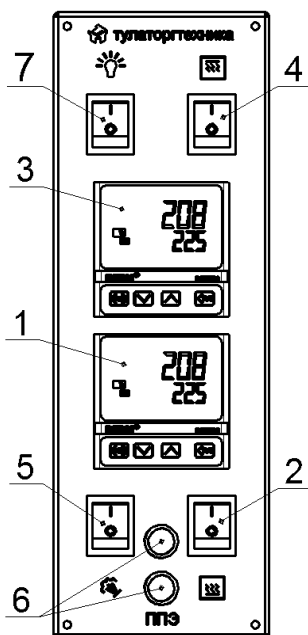

Рис.2
Для использования пара в процессе выпечки, необходимо включить парогенератор переключателем 5 (рис.2) – далее по тексту «переключатель 5». После включения парогенератора, кнопка подачи пара 6 (рис.2) – далее по тексту «кнопка 6», будет мигать 8 раз и, после паузы 10 секунд, продолжит мигать непрерывно, что указывает на работу парогенератора в режиме нагрева. Время нагрева парогенератора до рабочей температуры, после включения, составляет $\approx 25...30$ минут, в это время подача пара в камеру невозможна.
Режимы работы кнопки подачи пара (рис.2, поз.6)
В любой момент времени, Вы можете отключать и включать нижние или верхние ТЭНы переключателями 2 и 4, рис.2.
Для образования, в конце процесса выпечки, «корочки» на поверхности заготовок, возможно использовать верхние ТЭНы в режиме «гриль» - для этого установите на терморегуляторе 3, рис.2 температуру $300 \dots 350^{\circ}\text{C}$, включите переключатель 4, рис.2 и дайте верхним ТЭНам поработать до образования на заготовках «корочки» необходимого цвета.
9.3 Установите на терморегуляторах (поз.1 и 3, рис.2) температуру, предусмотренную технологией приготовления продукта.
9.4 Включите переключателями (поз.2 и 4, рис.2) необходимые Вам ТЭНы, а переключателем (поз.5, рис.2) включите парогенераторы.
9.7 На нужном Вам этапе подайте пар в тепловую камеру печи, нажав на кнопки (поз.6, рис.2). Кнопки (поз.6, рис.2) возможно нажимать раздельно в разный момент времени, так и совместно для увеличения объёма подаваемого пара.
9.9 После окончания работы выключите переключателями (поз.2, 4 и 5, рис.2) нижние и верхние ТЭНы и парогенераторы, отключите автоматические выключатели и перекройте перекрывающий вентиль или шаровой кран на линии подключения парогенераторов к системе водоснабжения.
10.4.1 Термодатчик терморегулятора (поз.1, рис.2) нижних ТЭНов установлен непосредственно в правый подовый камень, со стороны дверки. Для демонтажа подового камня необходимо:
3. Отсоединить провод термодатчика от контактов терморегулятора (поз.1, рис.2)